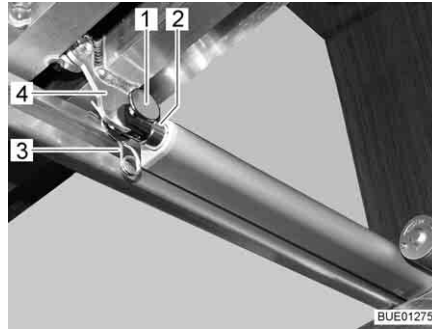

Fig. 138 Entraînement
- Désolidariser la jonction (par ex. la broche et la goupille ressort (Fig. 138,1 et 3)) entre la tige de poussée (Fig. 138,2) et le sommier à lattes (Fig. 138,4).